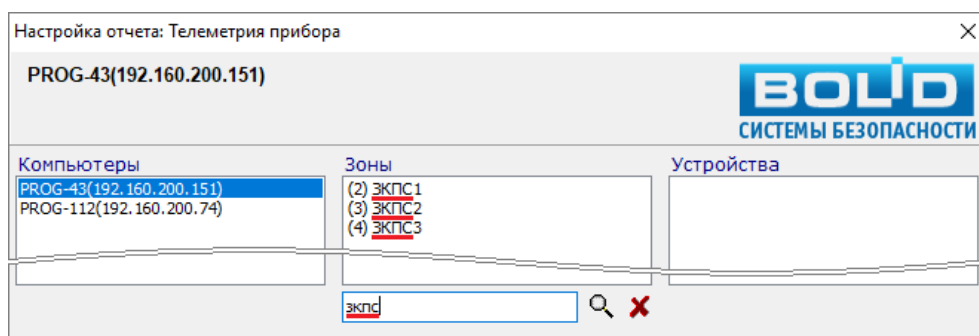

Рисунок 11-168 Результаты поиска заданного сочетания символов в поле "Зоны" отчета "Телеметрия прибора" на основании общих данных
- будут отображаться только элементы, соответствующие заданным условиям поиска, без выделения элементов в списке (см. Рисунок 11-168);